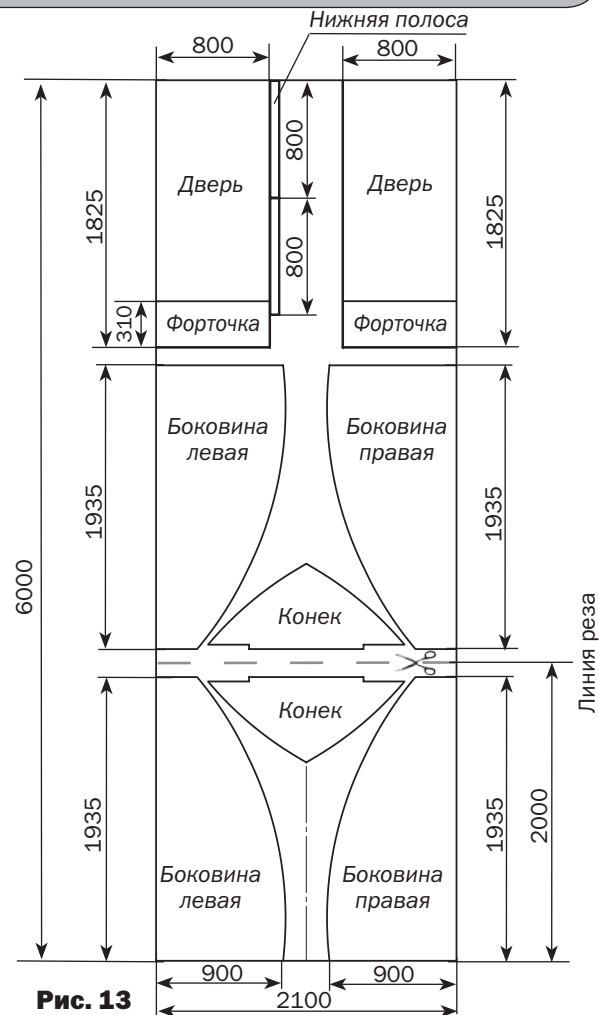
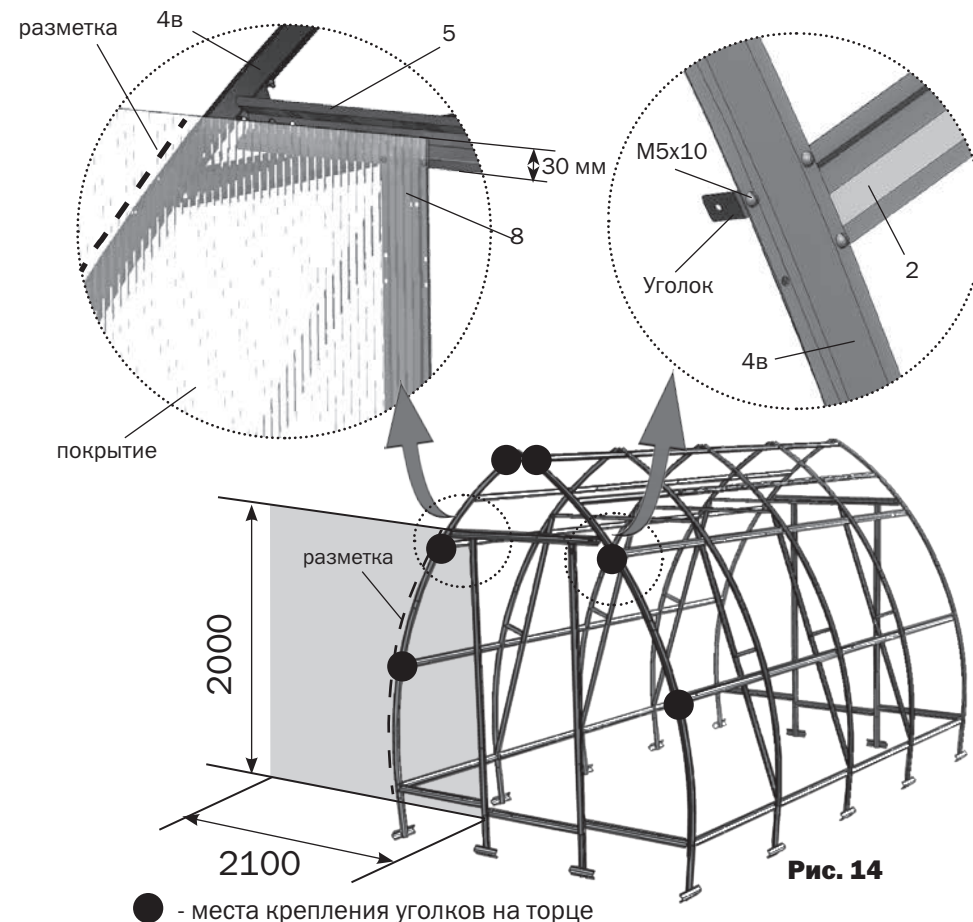

Рис. 13
Рис. 14
**РАСКРОЙ ЛИСТА ПОЛИКАРБОНАТА ВЫПОЛНЯЙТЕ СТРОГО В СООТВЕТСТВИИ С РИС. 13 И РИС. 14**
**1.** Раскройте лист покрытия для торцов. Для этого отрежьте от листа поликарбоната кусок 2 метра длиной (см. линии реза на **рис.13**). Чтобы сделать шаблон покрытия, приложите вырезанный кусок к собранному торцу теплицы и, не снимая защитной пленки с поликарбоната, нанесите разметку шаблона на листе покрытия по деталям **4в** и **4н** с припуском (**рис.14**). При разметке край листа строго совмещается по кромке деталей **7** и **8**, а верхняя кромка выше на 30 мм нижнего края детали **5**. Вырежьте шаблон. Разметьте оставшуюся часть листа, используя вырезанный шаблон, в соответствии со схемой раскройки (**рис.13**).
3. Установите боковины торца в соответствии с рис.14,16. Придерживая кусок покрытия, закрепите его винтами с шайбами по деталям **6,7,8**. и по уголкам с помощью самонарезных винтов с шайбами. Отверстия для винтов выполняются сверлом диаметром 5 мм изнутри теплицы через готовые отверстия в деталях каркаса. Установите куски «конька полукруглого», закрепляя их на уголки с помощью самонарезных винтов с шайбами. Нахлест с боковинами срезать.